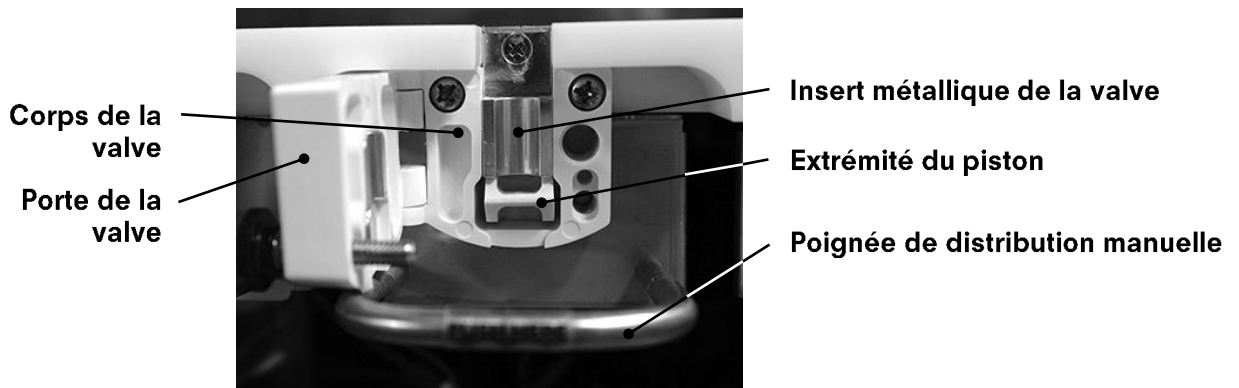

Figure 1
8. Enlevez la vis centrale qui maintient en place l'insert métallique de la valve (voir figure 1) et mettez-la dans le contenant.